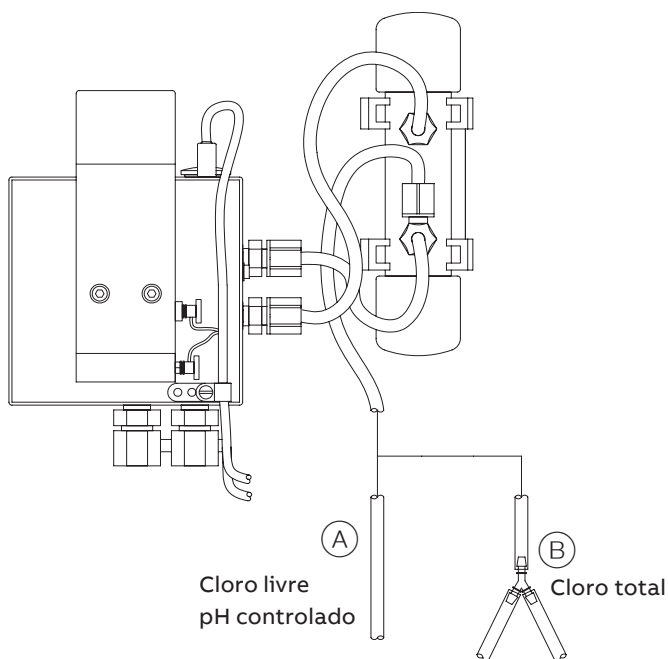

Figura 4 Conexão da tubagem ChloroStar Cell
- a Instale a tubagem (Figura 4, (A)) cloro livre - pH controlado.
- b Guarde o tubo de derivação (Figura 4 (A)) no caso de a aplicação mudar e o alimentador de reagentes se tornar desnecessário.
- a Instale a tubagem (Figura 4, (B)) cloro total - com controlo de pH.